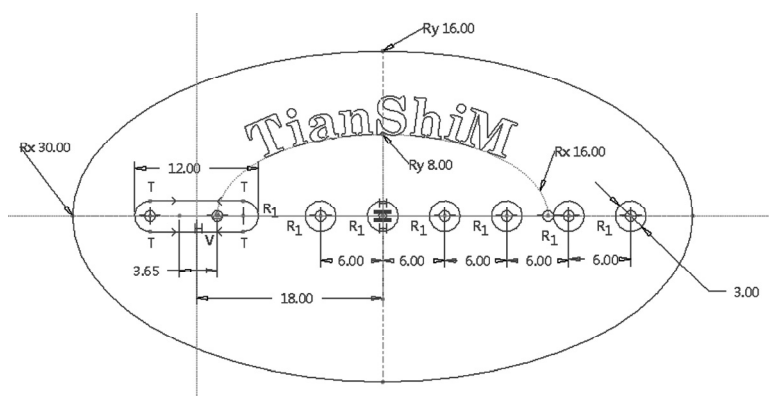

图 2-109 上机练习 C
(13) 上机练习：绘制图 2-109 所示的图形，并进行相关标注。